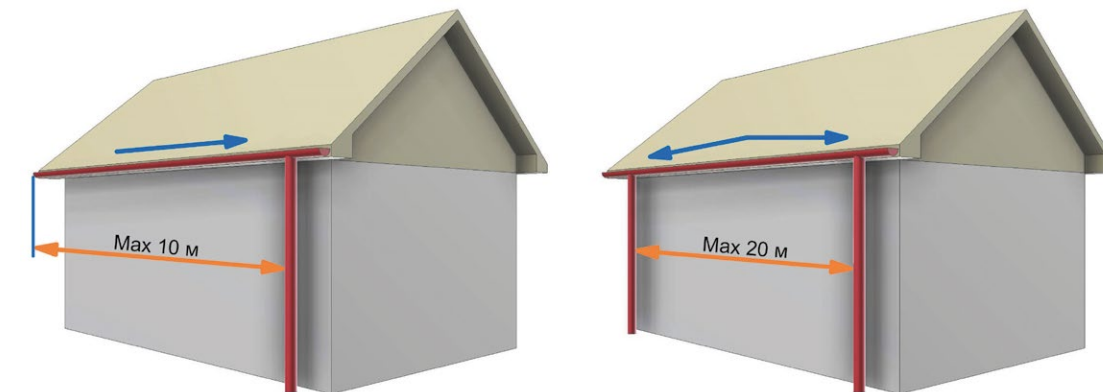

Рис. 5 Максимально допустимая длина желоба
3.4 Максимально допустимая длина желоба, при расположении одной воронки в конце линии водосбора, не должна превышать 10 метров, а при монтаже двух воронок на крайних точках линии водосбора – 20 метров (Рис. 5).